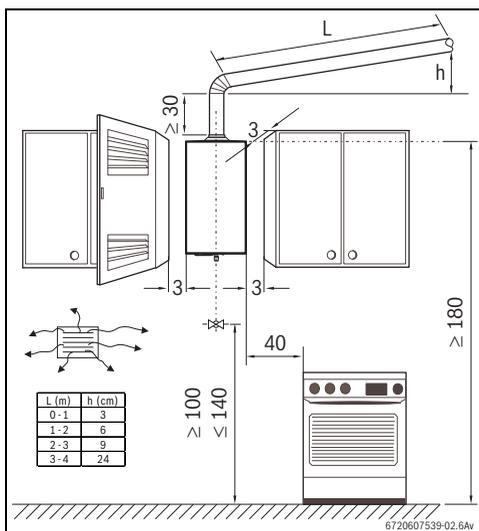

Fig. 11 Distanze minime
- Attenersi scrupolosamente a leggi e normative vigenti (UNI-CIG 7129, UNI-CIG 7131) e ad eventuali disposizioni locali riguardanti l'installazione di apparecchiature a gas e l'evacuazione dei prodotti della combustione. Misure d'installazione, vedi Fig. 11.
- Rispettare le distanze minime d'installazione (vedere Fig. 11).